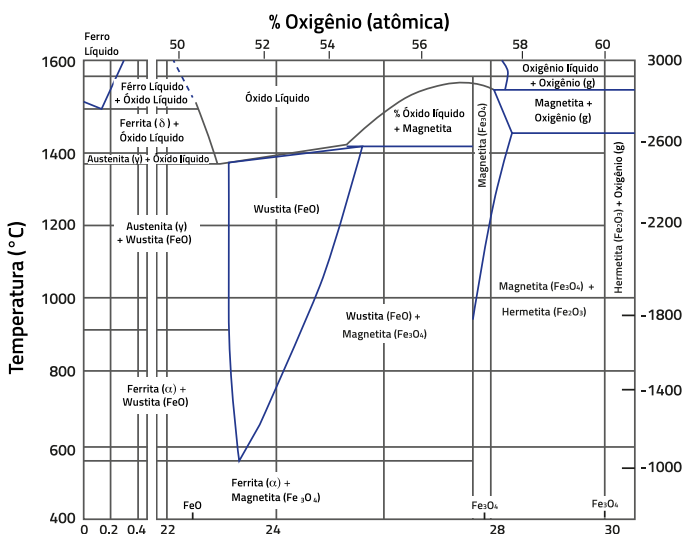

Figura 1 – Diagrama de estabilidade ferro/oxigênio. [6].
O diagrama de fases para o sistema Fe-O, mostrado na Figura 1, apresenta as várias fases formadas para diferentes teores destes elementos em várias temperaturas.
- A vida útil dependerá, principalmente, da saturação do decapante. A saturação poderá ocorrer pelo teor de ferro ou outros elementos. O limite de saturação do ferro varia de acordo com a concentração e temperatura utilizada. (Figura 1). Na concentração de HCL 140 g/L -160 g/L = 13 – 15 wt% (20°C) é indicado um máximo permitido de ferro de 90 g/L a 160 g/L).